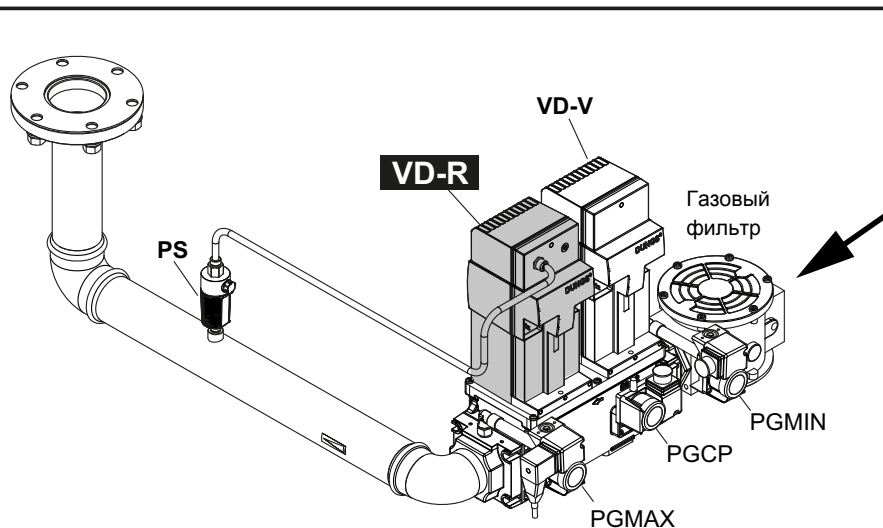

Рис. 5 - Пример газовой рампы
**ВНИМАНИЕ:** после монтажа газовой ramпы согласно схеме на Рис. 5, необходимо провести тестирование на герметичность газового контура, согласно требований действующих нормативов.